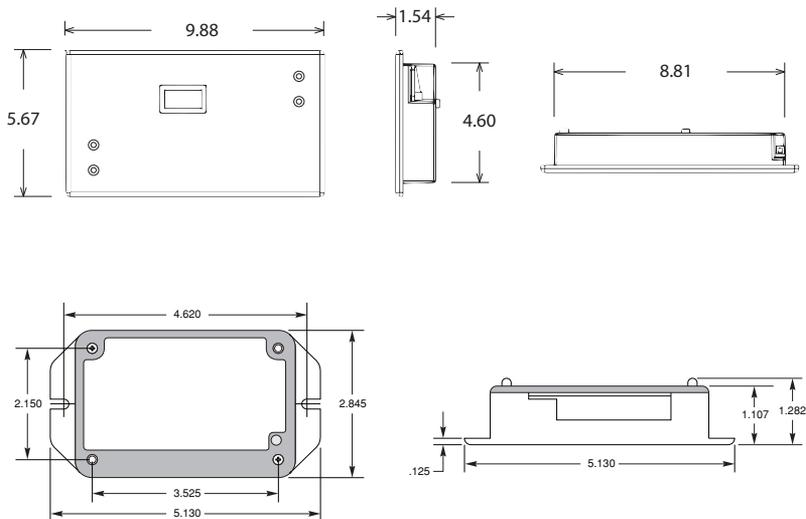

Figura 1 – Dimensiones de la Caja de Montaje Empotrado del Medidor Mini
2. Abra un orificio de 11.43 cm x 22.22 cm (4.5" x 8.75") en la superficie de montaje para colocar la caja. Vea la Figura 1 para las dimensiones de la caja.